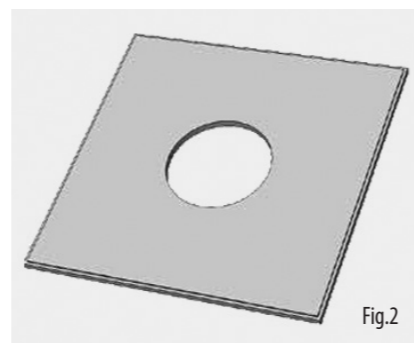
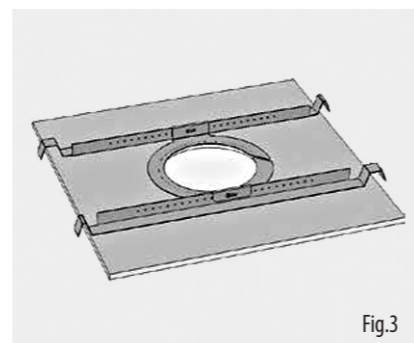

Fig.2
Fig.3
2. Skär ut hålet i takplattan med en cirkelsåg eller kuddsåg. (Bild 2) Placera C-ringen och kakelbryggan ovanpå takpanelen, rikta C-ringen över hålet och skruva C-ringen på kakelbron med hjälp av de medföljande fästena. (Fig.3)